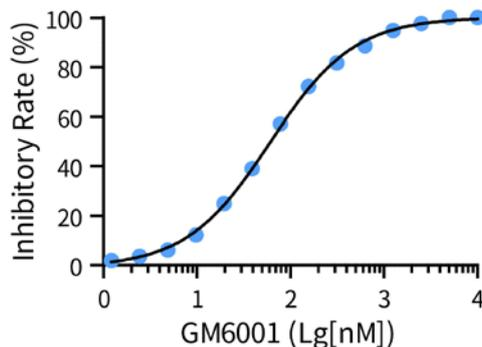

图2. 基质金属蛋白酶3(MMP-3)抑制剂筛选试剂盒检测GM6001的效果图。实际检测结果可能会因样品和检测条件等的不同而存在差异，图中数据仅供参考。
本试剂盒提供的阳性对照抑制剂 GM6001 浓度为 0.1mM，配制在 DMSO 中，可以根据需要使用与待测抑制剂一样的溶剂稀释成所需浓度或浓度梯度。通常 GM6001 的 IC₅₀ 约为 30-60nM，使用本试剂盒时 GM6001 的抑制效果参考图 2。
c. 对于检测发现有效的抑制剂，通过检测该抑制剂的剂量效应就可以计算出该抑制剂的IC₅₀。使用本试剂盒检测GM6001对于MMP-3的抑制作用的检测结果参考图2，Substrate直接加入反应体系中，然后孵育30分钟进行荧光测定，GM6001的IC₅₀约为60nM。